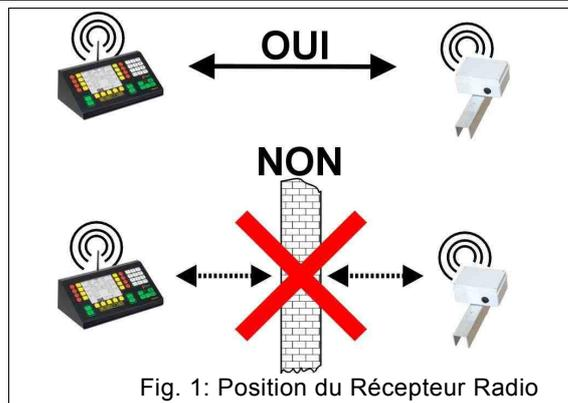

Fig. 1: Position du Récepteur Radio
- Il n'y ait pas d'obstacles visibles dans l'espace entre le Récepteur Radio et le pupitre de commande (Fig. 1).
2. Ôter tout obstacle (structures métalliques, personnes, équipements, etc...) entre le pupitre et le récepteur (Fig. 1).